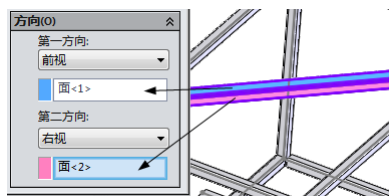

图 14-24 选择视图方向
(3) 在“相对视图”属性管理器中，在“第一方向”选择框选择“前视”视图方向，在实体上选择相应的面，确定前视方向；在“第二方向”选择框选择“右视”视图方向，在实体上选择相应的面，确定前视方向，如图 14-24 所示，执行“确定”按钮，切换到工程图